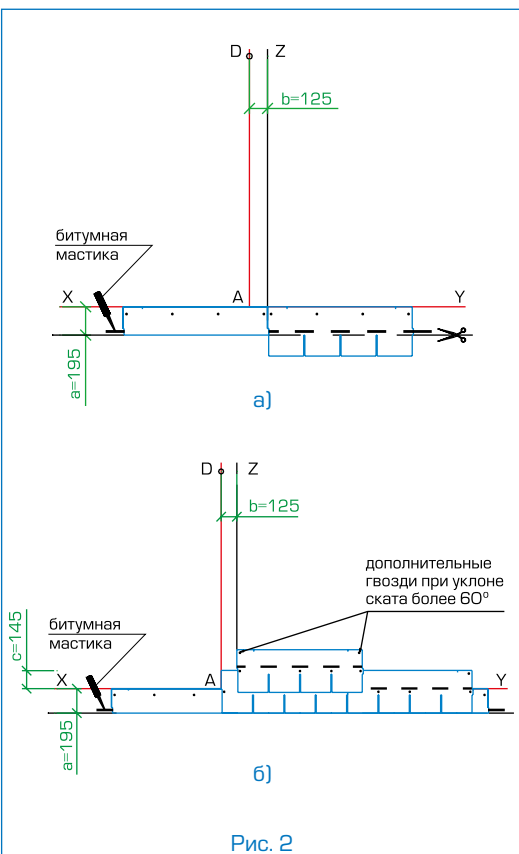

Рис. 2
Укладка материала (рис. 2)
- Начальный ряд формируется из листов черепицы КЛАССИК обрезанных по линии образованной конечными точками вырезом. Полученные таким образом полосы шириной 19,5 см укладываются по линии карниза в обе стороны от линии Z (рис. 2а) и фиксируются по нижнему краю битумной мастикой, а по верхней кромке 4 гвоздями (ось гвоздей на 5 см ниже верхнего края полосы);
- далее первый ряд черепицы укладывается от линии AD (рис. 2б);
- второй ряд укладывается от линии Z (со смещением 12,5 см от AD) (рис. 2б);
Каждый лист черепицы КЛАССИК крепится 4 гвоздями (ось гвоздей на линии битумных клеевых полос) таким образом, чтобы гвоздь прошивал и верхний край нижележащего листа черепицы (рис. 2б).